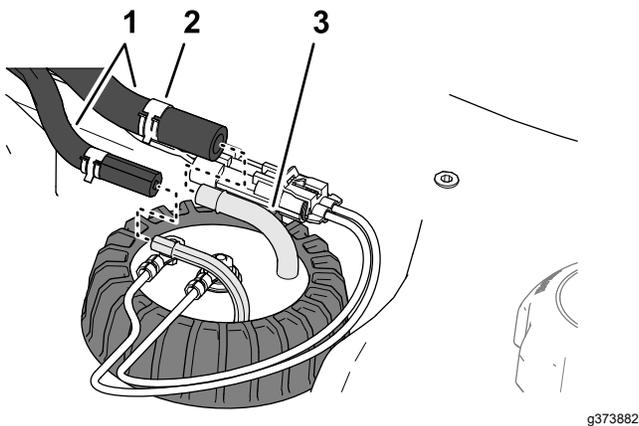

图 87
4. 将固定软管的夹子移动到燃油发送器内侧的接头上然后从接头上拆下软管 图 87。